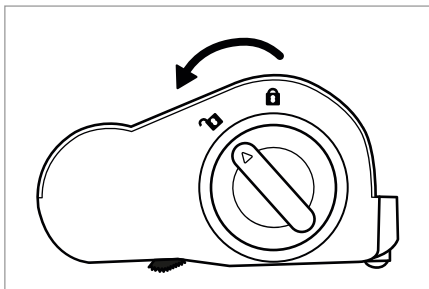

Bild 26
- 2) Lossa rullborsten 20 genom att vrida upplåsningen till rullborsten 19 mot symbolen  (öppna) (se bild 26).